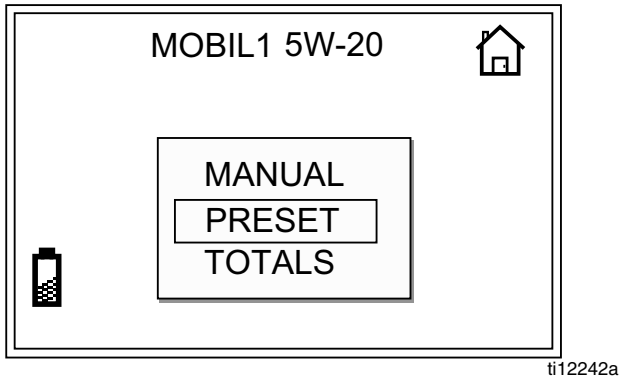

FIG. 24
1. Desde la pantalla de INICIO, utilice las FLECHAS ARRIBA o ABAJO para seleccionar PRESET (Preajuste) (FIG. 24).